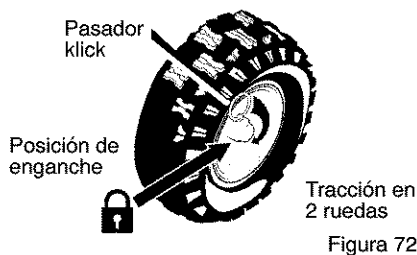

Figura 72
1. La rueda del lado derecha va asegurada al eje por medio de un pasador de enganche (pasador klick). Esta unidad fue despachada con el pasador en la **posición de enganche** (a través del agujero de la rueda). Vea la Figura 72.